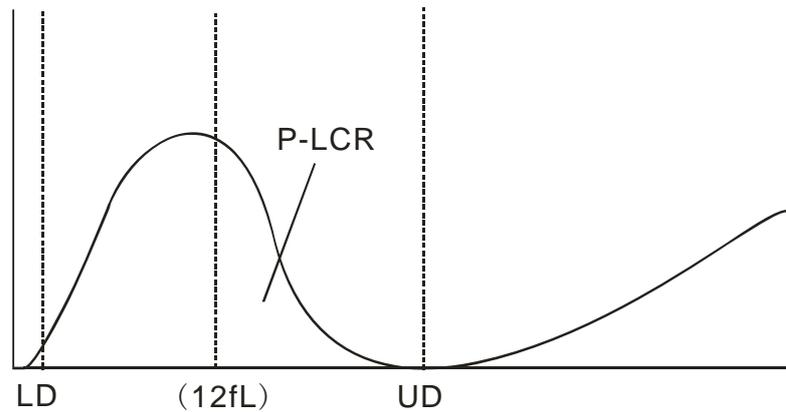

Рисунок 2-6 P-LCR
- P-LCR показывает относительное количество больших тромбоцитов (≥ 12 fL). Оно выводится из гистограммы PLT. Смотри рисунок 2-6. LD и UD это линии отграничивающие 2~6 fL и 12~30 fL. Эти две линии определяются анализатором автоматически. P-LCR это отношение клеток между линией 12 fL и UD к клеткам между LD и UD.